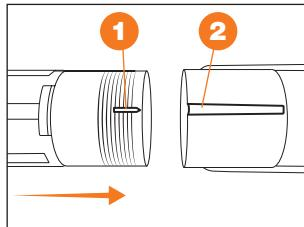

Рис. 7
1. Сборка трубы всасывания (Рис. 7).
- Совместите трубы направляющей ① с пазом ② и плотно вставьте одну трубу во вторую. Дополнительной фиксации соединения не требуется.